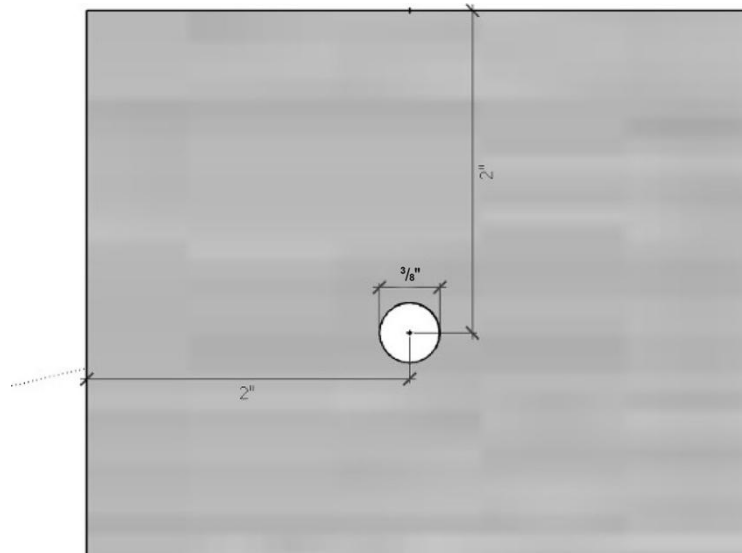

Figure 66 : Perçage de trous de drainage de $\frac{3}{8}$ po dans les coins du panneau arrière
À chaque coin de la tôle, mesurer et faire une marque à 2 po du haut ou du bas, et à 2 po du côté, comme illustré à la figure 66. Percer un trou de $\frac{3}{8}$ po (D) dans le panneau arrière en tôle et dans le solin non fixé. Cela donnera les trous de drainage.